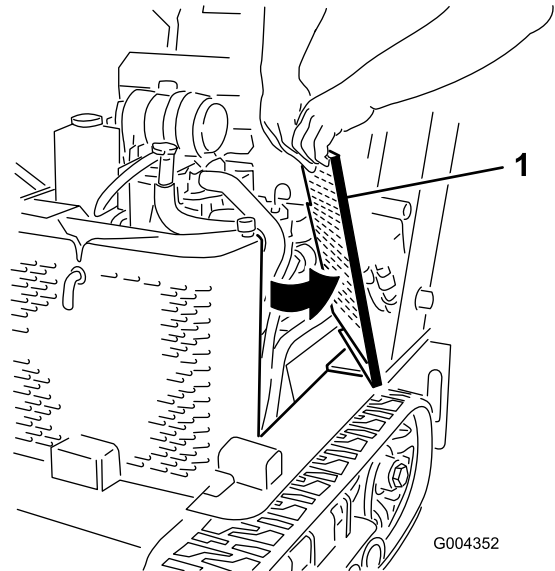

Figure 23
2. Faites coulisser les panneaux latéraux (Figure 23) vers le haut pour les sortir des fentes du panneau avant et du châssis.